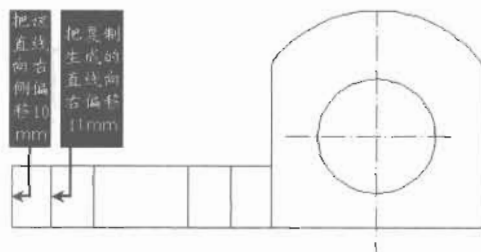

图 10-154
(14) 如图 10-154 所示, 首先使用 Offset (偏移) 命令把最左边的垂直线向右侧偏移 10mm, 生成一条新的垂直线, 然后把新的垂直线继续向右侧偏移 11mm, 又生成一条新的垂直线。